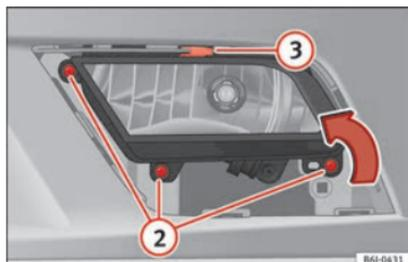

Fig. 105 Faro fendinebbia.
- Rimuovere le 3 viti »» fig. 105 ② per estrarre il faro fendinebbia.
- Rimuovere la graffa metallica situata nella parte superiore del faro fendinebbia tirando verso l'esterno del veicolo »» fig. 105 ③.